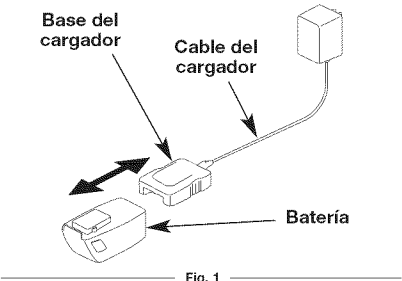

Fig. 1
- Enchufe el cable del cargador en la base del cargador (Fig. 1).
- Inserte el cargador en el juego de baterías (Fig. 1). Se iluminará el LED. Deje que el juego de baterías se cargue hasta que el LED rojo se apague.
- Desenchufe el cargador. Saque el cargador deslizándolo hacia afuera (Fig. 1).